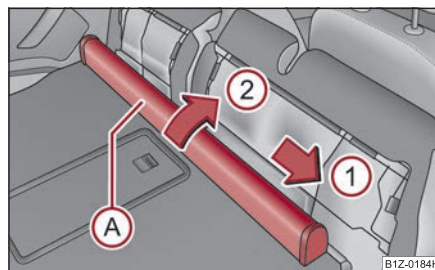

Fig. 105 Scaunele din spate: Carcasa peretelui despărțitor
- Împingeți carcasa peretelui despărțitor (A) ⇒ fig. 105 în sensul săgeții (1) și scoateți-o din spătarul scaunelor din spate în sensul săgeții (2). ►